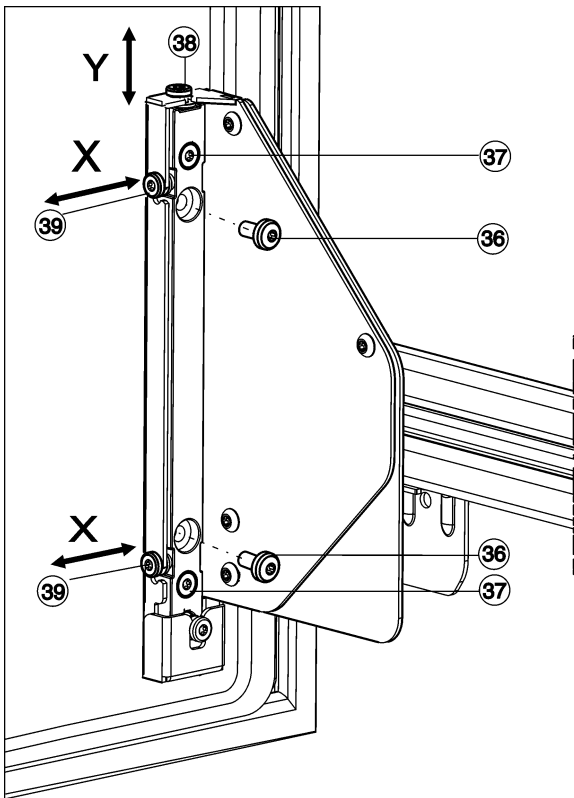

Fig. 27
- ▶ Извадете изцяло винтовете Fig. 27 (36).
- ▷ Изхвърлете винтовете Fig. 27 (36), те вече няма да са необходими.
- ▶ Само развийте винтовете Fig. 27 (37) с 1 до 2 оборота.
- ▶ Завъртете регулиращия винт (38). В посока на часовниковата стрелка: вратата се премества макс. 4 mm нагоре. В посока, обратна на часовниковата стрелка: вратата се премества макс. 2 mm надолу.
- ▶ Затегнете отново всички винтове Fig. 27 (37).
- ▶ Ако все още има винтове Fig. 27 (36), извадете ги изцяло.
- ▶ Регулирайте фиксиращите винтове Fig. 27 (39) в зависимост от желаната странична посока на регулирането.
- ▶ След завършената странична регулировка затегнете отново винтовете Fig. 27 (37).